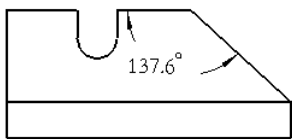
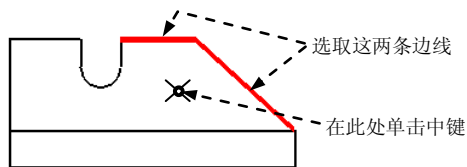

图 5.2.44 角度显示 (一)
图 5.2.45 选取边线和放置位置
➤ 标注图 5.2.44 所示的两直线间的角度, 可以按照如下的方法操作。
Step3. 按住 Ctrl 键, 选取图 5.2.45 所示的两条边线, 在图 5.2.45 所示的位置单击中键, 此时在视图中显示角度尺寸, 如图 5.2.44 所示。